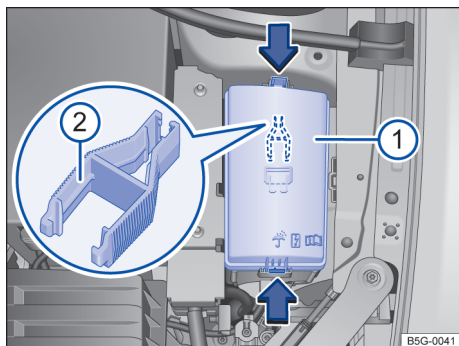

Fig. 207 No compartimento do motor: cobertura  da caixa de fusíveis com pinça de plástico .
- Pressionar os botões de travamento no sentido da seta para destravar a cobertura da caixa de fusíveis → Fig. 207 .
No lado interno da cobertura da caixa de fusíveis no compartimento do motor pode haver uma pinça de plástico → Fig. 207  para a retirada dos fusíveis.